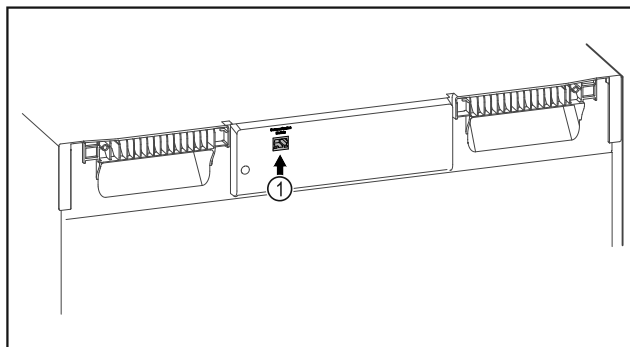

Fig. 95
- ☐ A SmartModule *Fig. 95 (1)* be van helyezve.